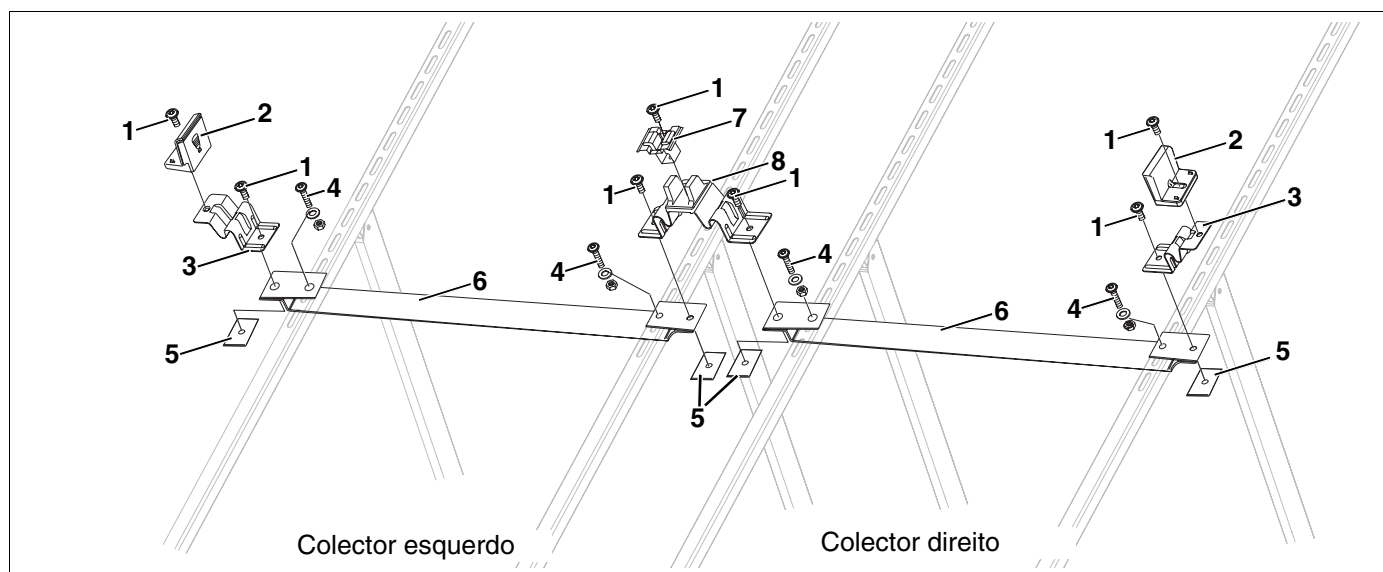

Fig. 3 Campo de colectores para dois colectores
4.2.2 Suporte adicional (acessório) – Fig. 3
Suporte adicional para o 1º colector da série (acessório) – Fig. 3
Suporte adicional para colectores adicionais (acessório) – Fig. 3